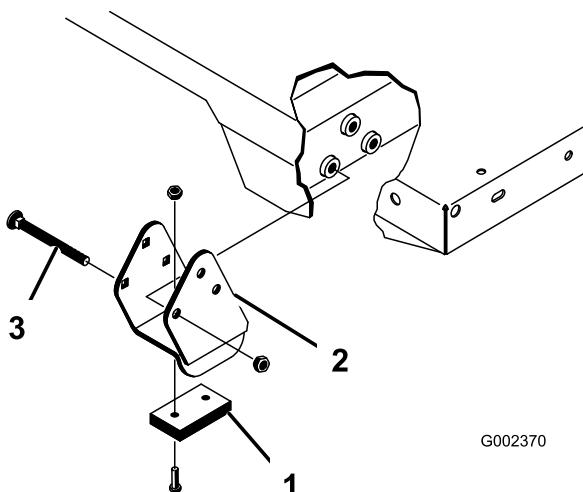

Figura 36
Nota: Asegúrese de instalar los espaciadores y las pletinas de desgaste (Figura 36) con las cabezas de los pernos de cuello cuadrado dentro de la máquina.
2. Coloque la plataforma con cuidado sobre el bastidor del vehículo, alineando los taladros de las placas de giro traseras con los taladros del bastidor e instale 2 pasadores con chavetas (Figura 36).
3. Con la plataforma bajada, fije cada varilla de cilindro a la ranura correspondiente de las chapas de montaje de la plataforma con un pasador y una chaveta. Inserte el pasador desde la parte exterior de la plataforma, con la chaveta hacia fuera (Figura 36). Las ranuras traseras son para la instalación de la plataforma completa, y las delanteras son para la instalación de la plataforma de 2/3.